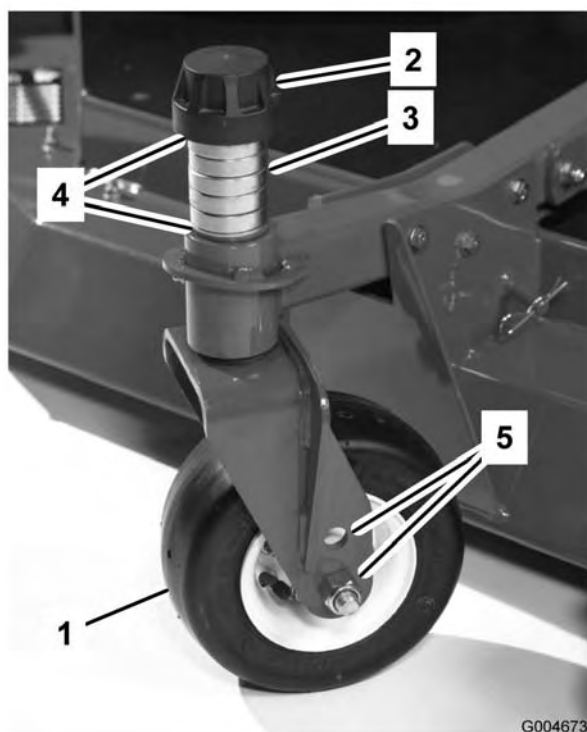

Bild 14
3. Entfernen Sie die Spannkappe von der Spindelwelle (Bild 14) und ziehen die Spindel aus dem Laufradarm heraus. Ziehen Sie zwei Beilagscheiben (3 mm) so auf die Spindelwelle, wie sie ursprünglich montiert waren. Diese Beilagscheiben sind erforderlich, um alle Mähwerke über die Breite auf ein Niveau zu bringen. Ziehen Sie die erforderliche Anzahl von 12-mm-Distanzstücken (siehe die nachstehende Tabelle) auf die Spindelwelle, um die gewünschte Schnitthöhe herbeizuführen; ziehen Sie dann die Scheibe auf die Welle auf.